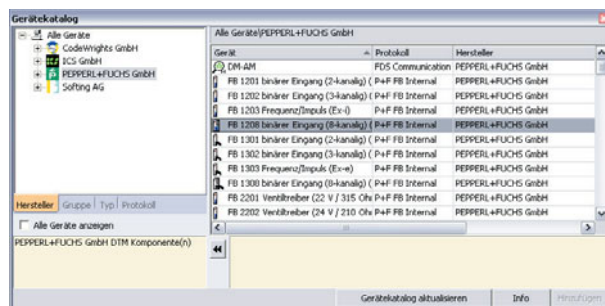

Abbildung 4.5: Gerätecatalog in PACTware
3. Um den Gerätecatalog zu aktualisieren, klicken Sie auf die Schaltfläche **Gerätecatalog aktualisieren** (siehe Abbildung 4.5 auf Seite 34).